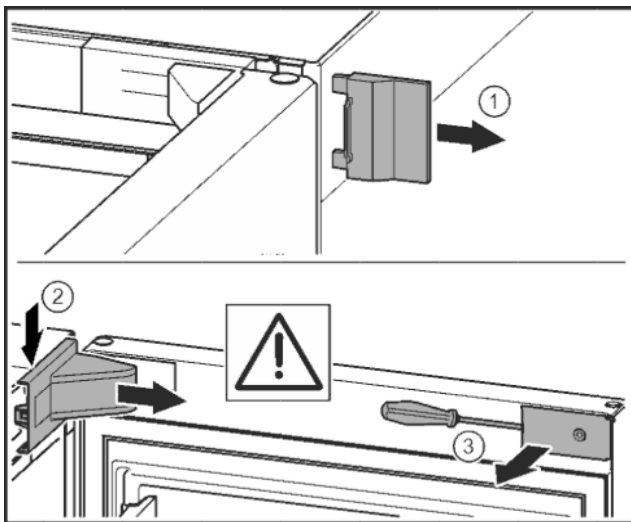

Fig. 10*
- ▶ Äußere Abdeckung abnehmen. Fig. 10 (1)*
- ▶ Lagerbockabdeckung ausrasten und lösen. Lagerbockabdeckung abnehmen. Fig. 10 (2)*
- ▶ Blende mit Schlitzschraubendreher ausrasten und zur Seite schwenken. Fig. 10 (3)*